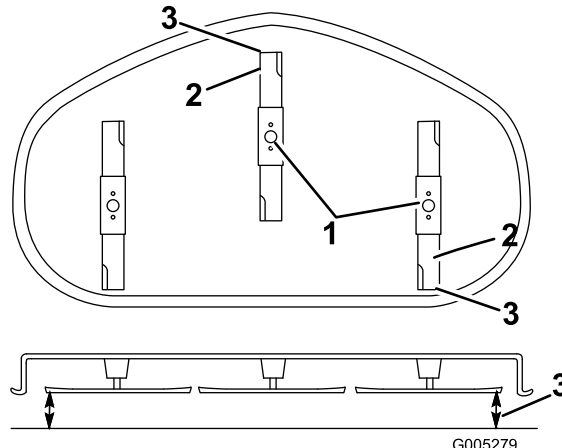

Bild 45
5. Stellen Sie die Schnitthöhe auf die Stellung **D** (76 mm) und drehen Sie die Messer vorsichtig, sodass sie nach vorne und hinten zeigen (Bild 45).
6. Messen Sie zwischen der Messerspitze vorne und hinten und der ebenen Fläche (Bild 45). Stellen Sie die vordere Sicherungsmutter ein, wenn die vordere Schnittmesserspitze nicht um 1,6–7,9 mm tiefer liegt als die hintere.
vordere Schnittmesserspitze um 1,6–7,9 mm tiefer liegt als die hintere Spitze (Bild 45).